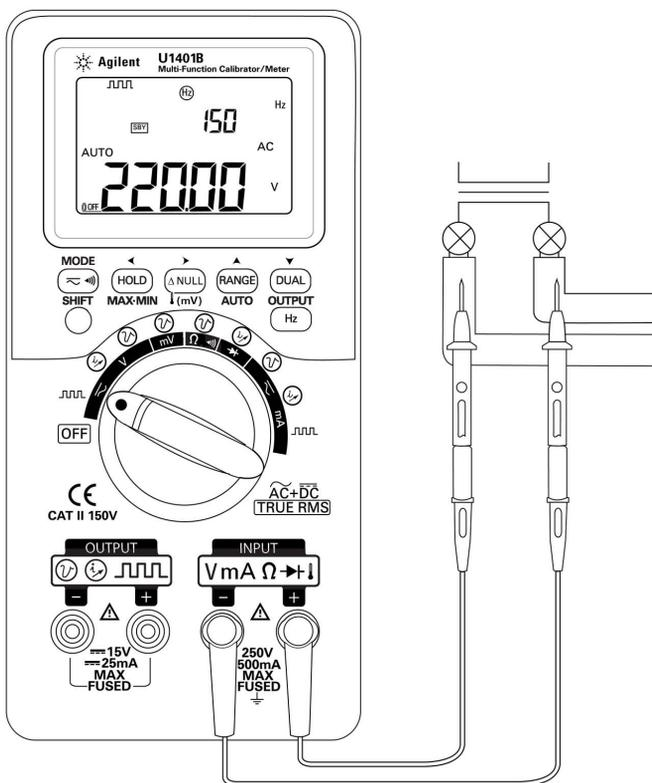

Figure 3-2 Tension alternative
- 3 Reliez respectivement les cordons rouge et noir aux bornes d'entrée positive et négative (Figure 3-2).